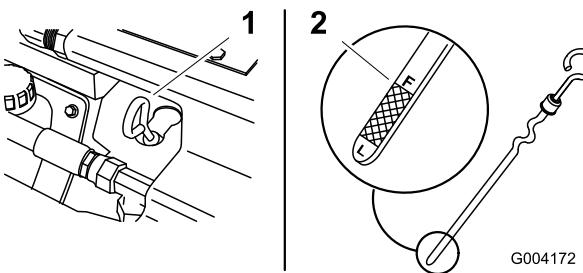

Figura 9
4. Limpie alrededor de la varilla de aceite (Figura 9).
5. Retire la varilla y límpie el extremo metálico (Figura 9).
6. Introduzca la varilla a fondo en el tubo de la varilla (Figura 9).